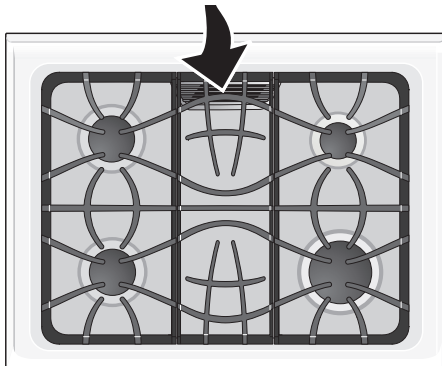

Figure 4 : Ne bloquez pas l'évent du four.
5. En tenant le bras-connecteur en place, faites le pivoter jusqu'à ce que le bout du bras-connecteur inséré dans le support de porte pointe vers le haut (Figures 4 & 5). Le bras-connecteur est maintenant verrouillé en position.